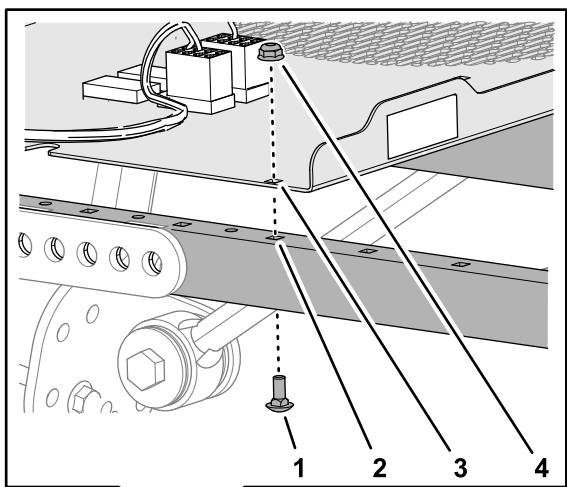

図 6
1. 図 6 に示すように、スイッチパネルの四角い穴を、サンシェードのサイドフレームのチャネル部材の四角い穴に合わせる。
2. スwitchパネルをサイドフレームのチャンネル部材に組み付ける図 6 キャリッジボルト 4 本とナット 4 個を使用する。